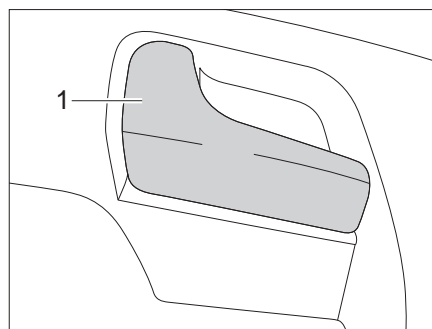

Fig. 45 Serrure de la porte chauffeur, à l'intérieur
- Tirer sur la poignée (Fig. 45,1). La serrure de la porte est déverrouillée.